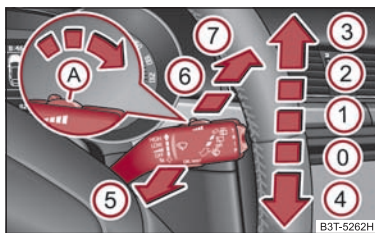

Fig. 14 Leva tergicristallo
- Premere la leva in posizione ⑥ ⇒ fig. 14, il tergilunotto si attiva ogni 6 secondi.
- Premere cinque volte consecutive entro 5 secondi la leva di comando in posizione ⑥ ⇒ fig. 14.